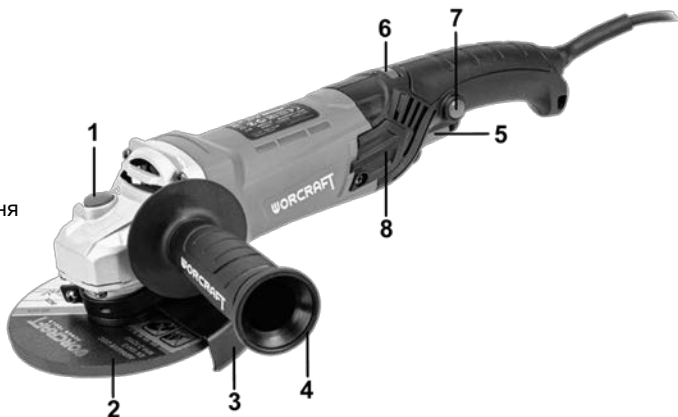
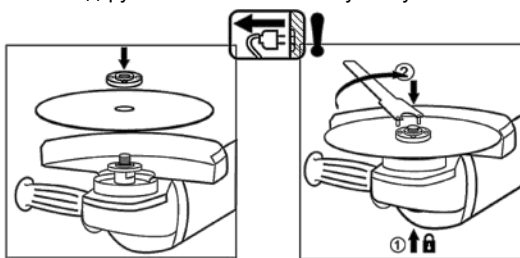

Рисунок 1
Рисунок 2
4.2 Міцно встановіть передню рукоятку (4, рисунок 1) у відповідний різьбовий отвір.
4.3 Встановіть захисний кожух (3, рисунок 1) у потрібне положення залежно від виду роботи та диска, що використовується.
4.4 Встановіть на виріб шліфувальний або відрізний диск. Для цього натисніть кнопку блокування шпинделя (1, рисунок 1) і проверніть його до такого положення, при якому він заблокується. За допомогою фланцевого ключа з комплекту постачання відкрутіть та зніміть затискну гайку. Встановіть відповідний диск на посадкове місце фланцевої шайби, наживіть рукою затискну гайку на шпиндель та затягніть її ключем з комплекту постачання (дивіться рисунок 2). Відпустіть кнопку блокування шпинделя і переконайтеся в тому, що вона вивільнена за допомогою дво- або триразового натискання. Проверніть диск і впевніться, що шпиндель розблокований.